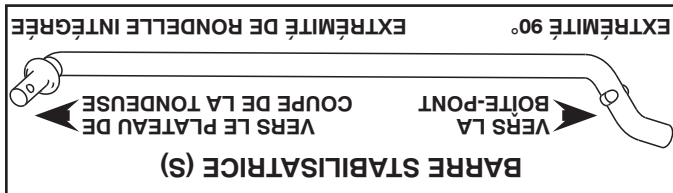

Fig. 28
## 5. LE CAS ÉCHÉANT, INSTALLER LA BARRE STABILISATRICE (S). (VOIR LA FIG. 28 - 30)